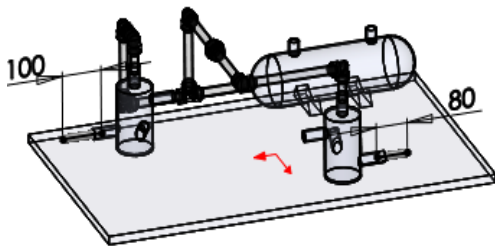

图 11.9.14 添加尺寸
Step4. 标注尺寸。在管道线路的起始处添加尺寸为 100.0，在管道终止处添加尺寸为 80.0，如图 11.9.14 所示。